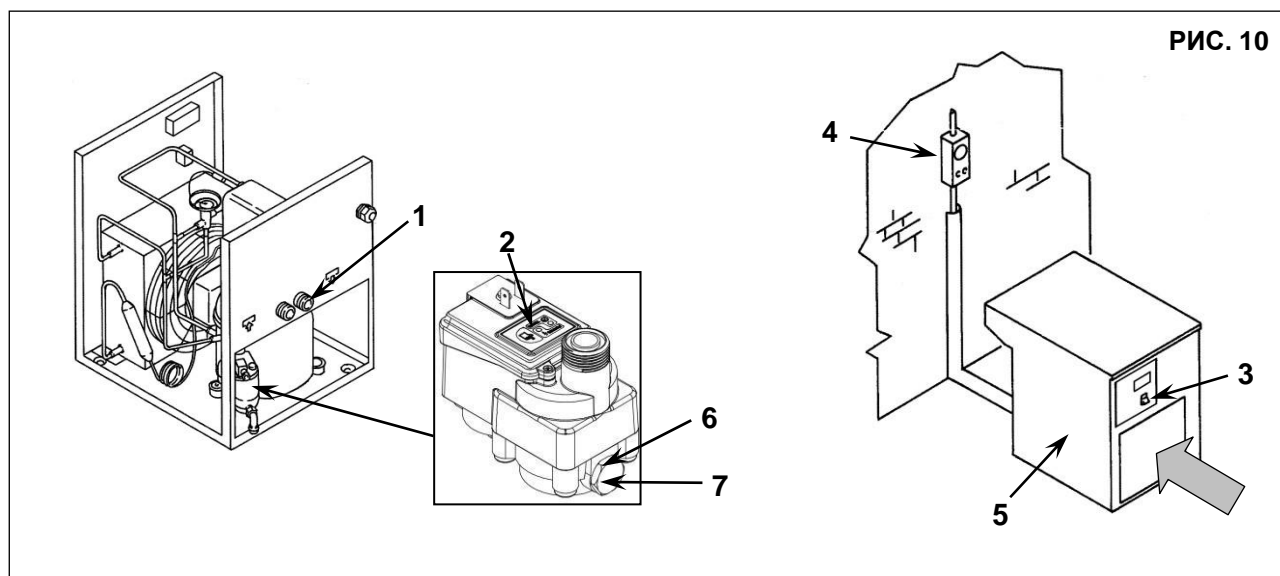

РИС. 10
16.2 ОЧИСТКА ФИЛЬТРА УСТРОЙСТВА АВТОМАТИЧЕСКОГО СЛИВА КОНДЕНСАТА (Рис. 10)
- Закройте кран, поз. 1, рис. 10
- Сбросьте давление в осушителе, нажав кнопку слива конденсата “TEST”, расположенную на паротделителе, поз. 2, рис. 10.
- Выключите устройство, нажав кнопку “STOP”, поз. 3, рис. 10
- Включите автоматический дифференциальный переключатель питания, поз. 4, рис. 10
16.3 ОЧИСТКА КОНДЕНСАТОРА (Рис. 10)
- Выключите устройство, нажав кнопку "STOP", поз. 3, рис. 10
- Снимите панели, поз. 5, рис. 10
- Очистите ребра конденсатора, поз. 1, сжатым воздухом (Рис. 10). **НЕ ИСПОЛЬЗУЙТЕ ВОДУ И РАСТВОРИТЕЛИ**
- Установите панели, поз. 5, рис. 10
ПОРЯДОК ДЕЙСТВИЙ ПРИ СБРОСЕ ДАВЛЕНИЯ (Рис. 10)
- Закройте краны, поз. 1, рис. 10
- Сбросьте давление в осушителе, нажав кнопку слива конденсата "TEST", расположенную на пароделителе, поз. 1, рис. 10